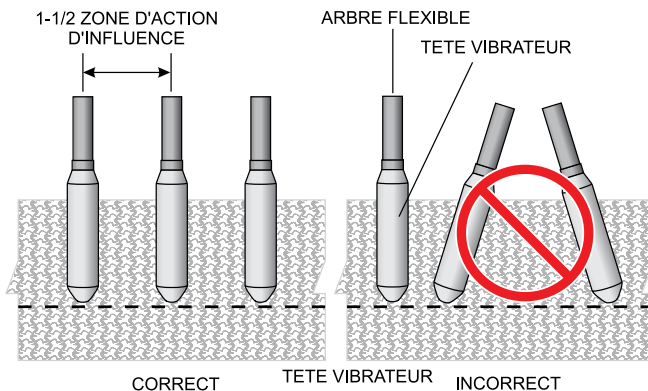

Figure 6. Insertion Tête Vibreur
2. Garder l'arbre flexible (Figure 6) aussi droit que possible pendant le fonctionnement. Les plis pointus augmenteront la charge du noyau et du moteur d'entraînement ce qui entraînera rapidement une panne importante et de possibles dommages au moteur d'entraînement.
3. Réinsérez le vibreur dans le mélange selon la "zone d'influence" Voir Figure 6. Établir un modèle symmétrical qui se chevauchent pour insérer et enlever la tête du vibreur.